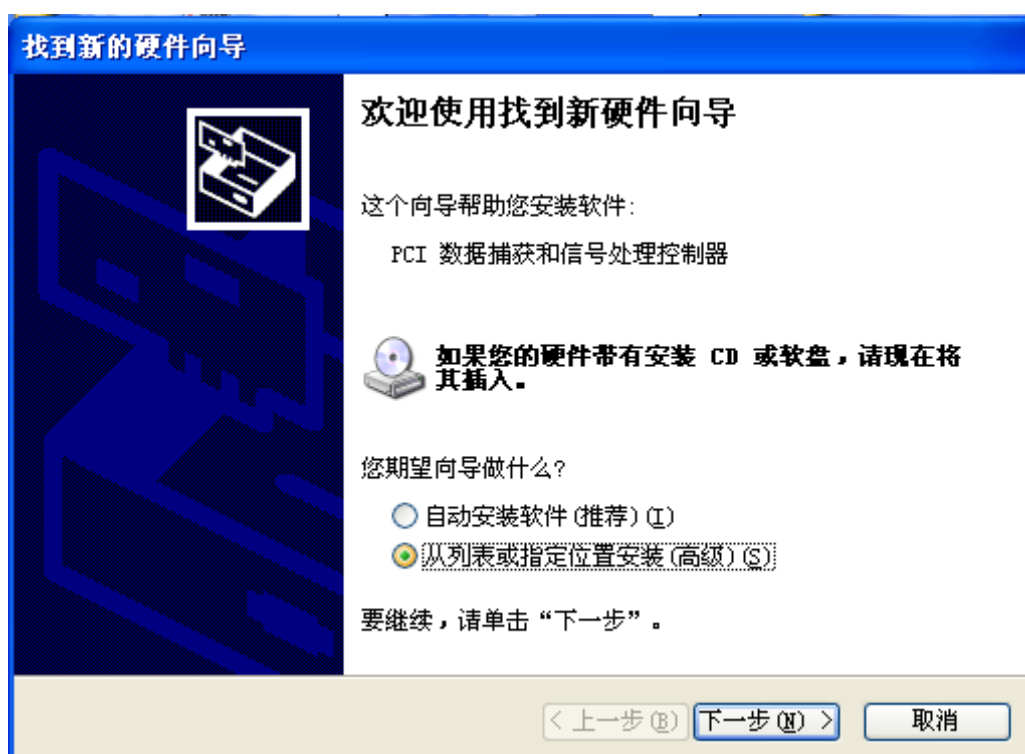

图 5-9 选择“从列表或指定位置安装”
3. 进入 Windows XP 系统时会弹出图 5-9 所示的新硬件安装向导，将 DMC5400 所配光盘放入光驱中，按“下一步”继续；